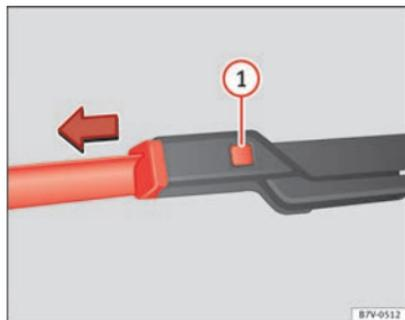

Fig. 118 Sostituzione delle spazzole dei tergicristalli.
- Tenere premuto il tasto di sblocco ⇒ fig. 118 ① tirando delicatamente la spazzola nella direzione indicata dalla freccia.